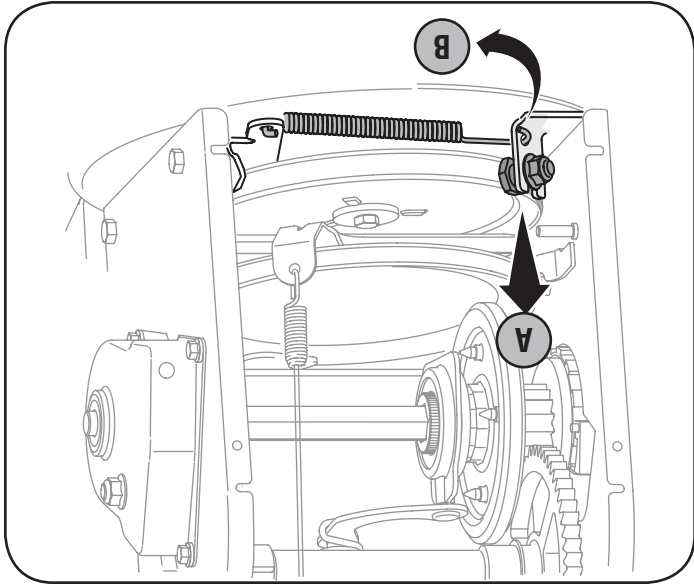

Figure 34
6. Dégagez la courroie comme suit. Voir la Figure 34.